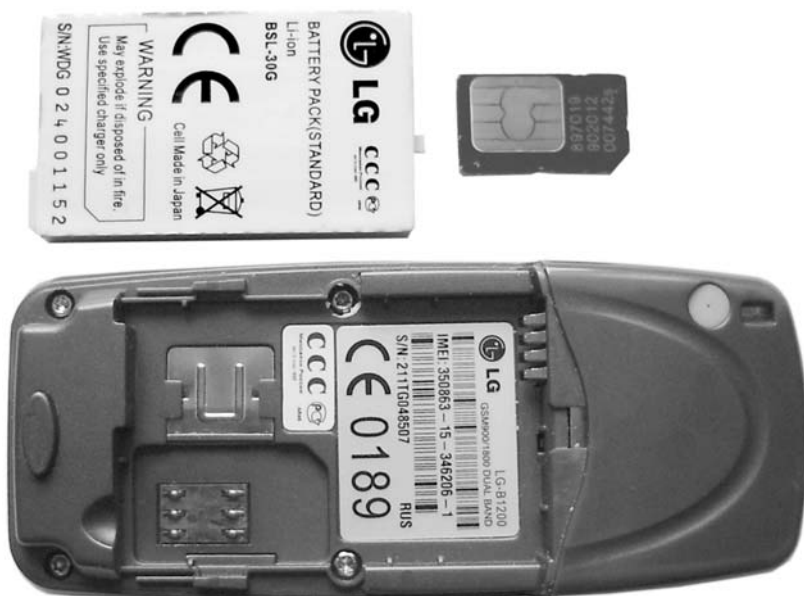

Рис. 3. Порядок разборки телефона LG-B1200 (операция 1)
1. Снимают кожух, закрывающий аккумуляторную батарею, батарею и SIM-карту (рис. 3).
2. Откручивают четыре винта 1 на задней стенке телефона (рис. 3).